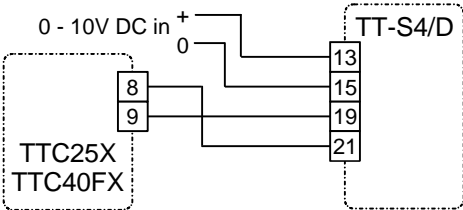

Fig. 2
- Fig. 2 Raccordement du TTC40FX/TTC25X et du signal de commande 0 - 10 V en provenance d'un autre régulateur